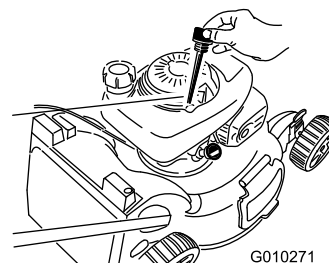

Figure 39
6. Retirez la jauge de niveau du tube de remplissage (Figure 39).